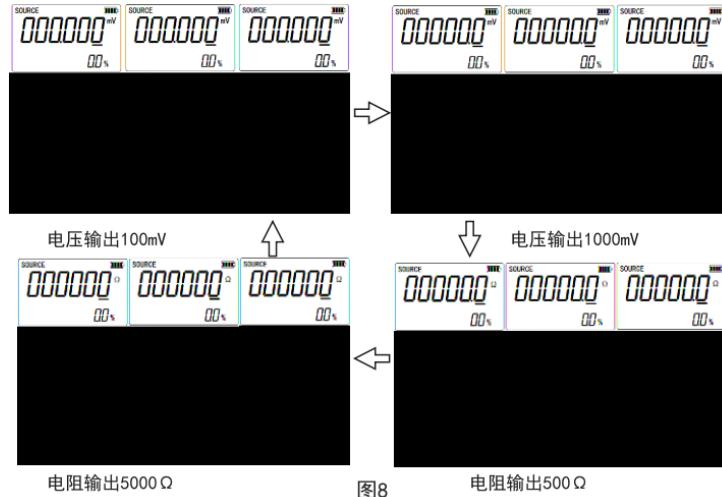

图8
5. 可按 键可切换至毫伏高量程输出模式，继续按 键可切换至电阻输出模式，如此循环，显示界面如下图8所示。